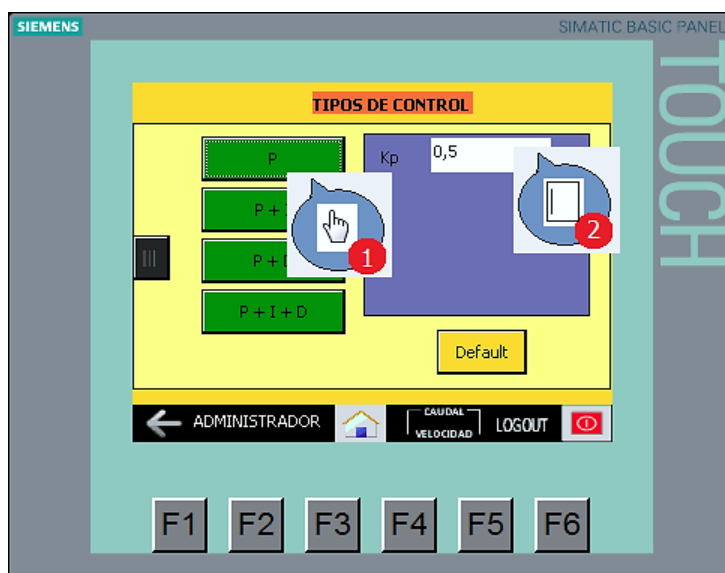

Figura 3.24: Configuración del control proporcional.
Para configurar este tipo de control se debe ingresar oprimiendo el botón de control proporcional (P), entonces se mostrará activa solamente la constante de ganancia proporcional  $K_p$  como parámetro configurable (figura 3.24).